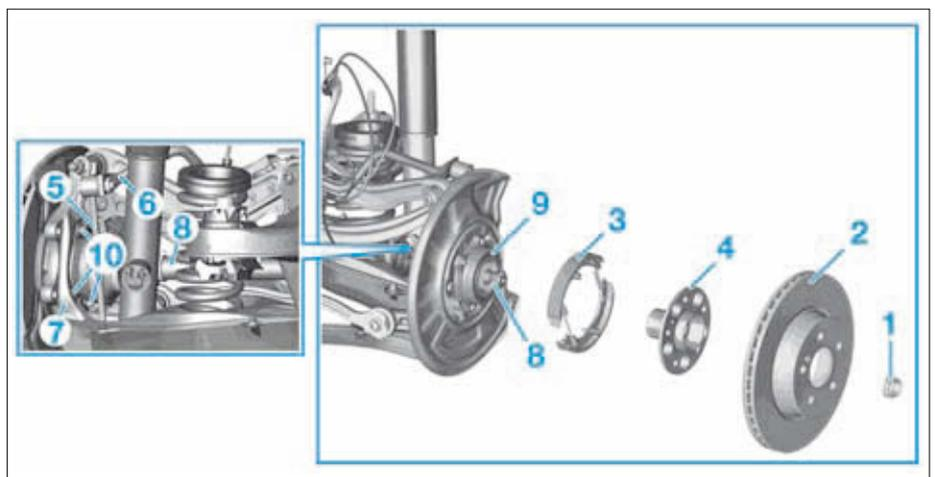

FIG.25
- Déposer l'écrou de l'arbre de transmission (1) (Fig.25).
- Déposer le disque (2) et les segments de frein de stationnement (3) (voir chapitre "Freins").
- Extraire, à l'aide d'un extracteur approprié, le moyeu (4).
- Désolidariser la biellette de barre stabilisatrice (5) de la barre stabilisatrice (6).